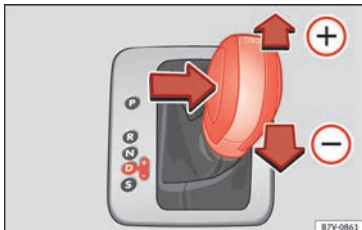

Bild 203 Väljarspaken i Tiptronic-läget (fordon för vänstertrafik). Utförandet i fordon för högertrafik är symmetriskt spegelvänt
- För spaken framåt **(+)** eller bakåt **(-)** för att växla upp eller ned en växel » **bild 203**.